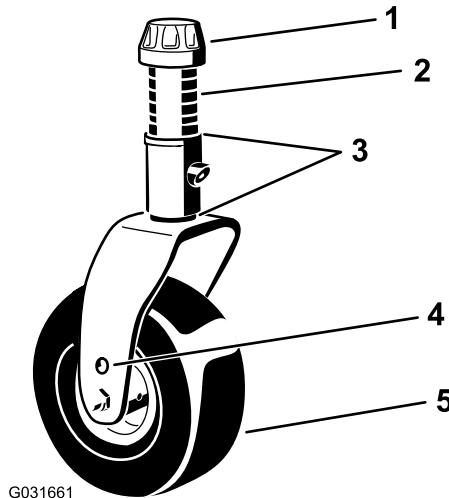

Figura 17
- Utilizzando la chiave del cappuccio delle ruote orientabili, allentate il cappuccio di tensione e toglietelo dall'asse del perno della ruota orientabile ed estraete il perno dal braccio della ruota orientabile (Figura 17).
- Montate gli spessori (come in origine) e i distanziali rimanenti sull'albero (Figura 17).
- Montate il cappuccio di tensione e serratelo con la chiave del cappuccio della ruota orientabile in dotazione per fissare il gruppo (Figura 17).